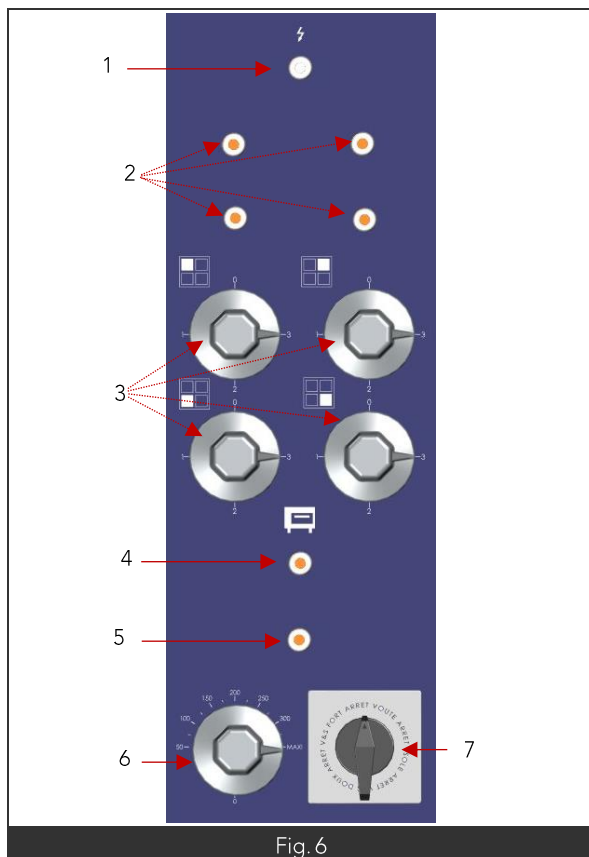

Fig.6
- L'appareil étant sous tension le voyant blanc est allumé (Fig6 rep1)
- Tourner la manette correspondante à la zone de chauffe désirée (Fig6 Rep3) le voyant orange de chauffe s'allume (Fig6 Rep2).
- Positionner la manette du commutateur de four (Fig6 Rep7) sur la position désirée le voyant orange de chauffe s'allume, voute ou sole en fonction de votre choix (Fig6 Rep4 ou 5).
- Tourner la manette du thermostat (Fig6 Rep6) sur la température désirée.